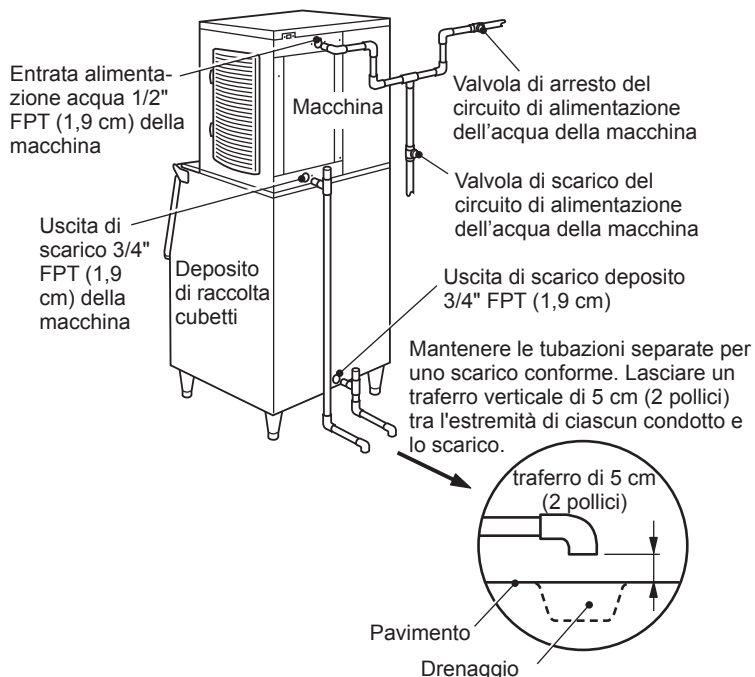

Fig. 6
- \* Per un corretto flusso di drenaggio è necessario un raccordo a T forato. Vedere Fig. 6.
- \* Il circuito di scarico della macchina e il circuito di scarico del deposito di raccolta/distributore devono funzionare separatamente. Vedere Fig. 6.